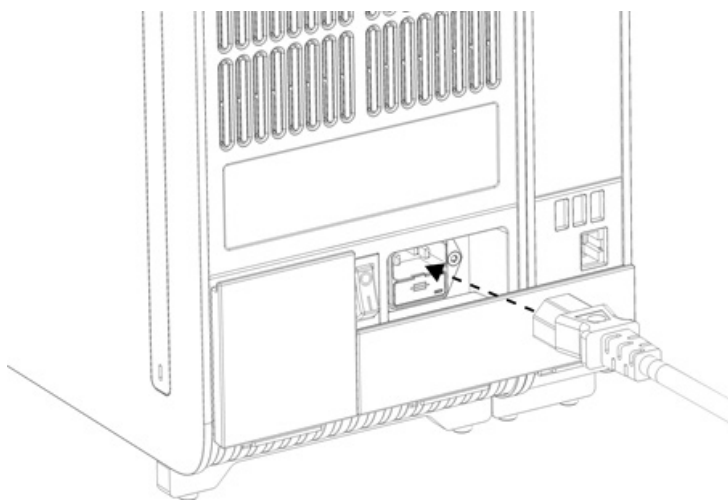

図 20.電源コードを接続。
8. QIAstat-Dx Analyzer 1.0 と同梱の電源コードを元の解析モジュールの背面に接続します (図 20)。